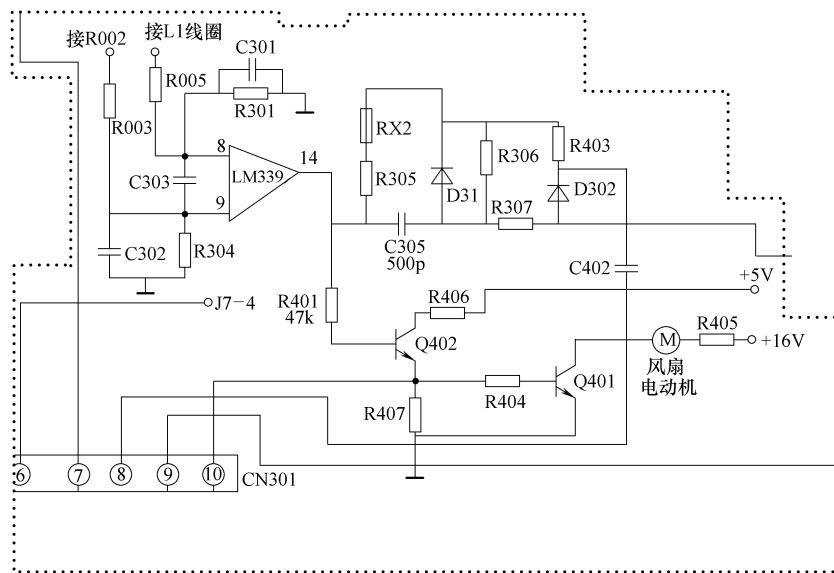

图 4-45 C402 相关电路截图
**快速检查** 首先检测主电压 (300V) 及低压 (5V 和 16V) 输出是否正常; 若电压正常, 则检测电阻 (易损的大阻值电阻)、功率推动和输出部分是否正常; 若正常, 则取下 Q602 基极电阻, 在熔断管处装一只 100W 灯泡, 通电检测 Q602 基极电压是否正常; 若电压正常 (正常值为 0.6V), 则检查反峰电压保护电路是否正常; 若正常, 则检查 CN1⑧引脚到 C402 的电阻是否正常; 若正常, 则检测贴片电容 C402。
**维修笔记** 该机以 IC902 (TBX202H) 为核心, 在开关变压器 T901 的配合下, 为整机提供 16V 和 5V 的低压电源。C402 相关电路截图如图 4-45 所示。